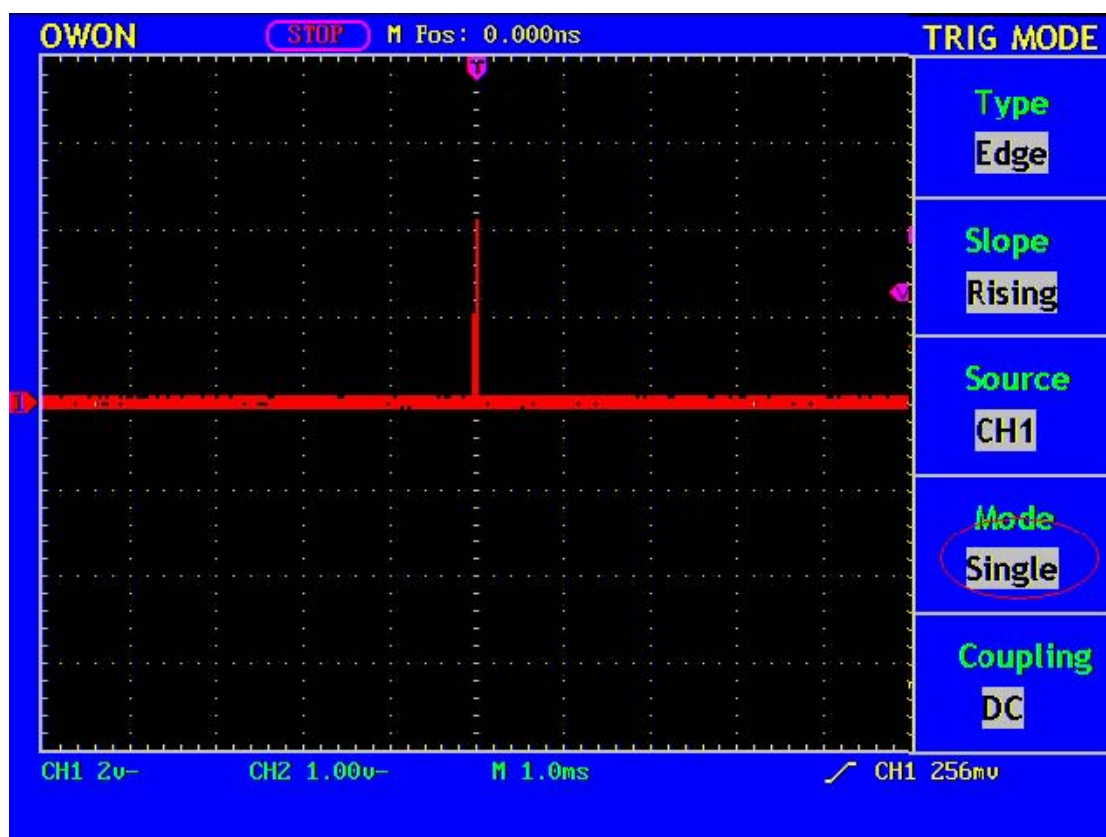

Рисунок 55. Регистрация однократного сигнала
6. Если в окне состояния запуска, расположенном в верхней части экрана отсутствует надпись “Ready”, нажмите на **RUN/STOP** для запуска регистрации и прибор начнет ожидание выполнения заданного условия запуска. При достижении сигналом уровня запуска, осциллограф зарегистрирует требуемое количество точек и затем выведет полученную осциллограмму на экран. Этот режим работы осциллографа позволяет легко регистрировать случайные события. Например, для регистрации короткого выброса с большой амплитудой установите уровень запуска больше чем амплитуда основного сигнала, затем нажмите кнопку **RUN/STOP** и ждите регистрации процесса осциллографом. При появлении ожидаемого выброса прибор запустится автоматически и запишет форму сигнала до и после момента запуска. Перемещая стрелку-указатель момента запуска вращением регулятора **HORIZONTAL POSITION** можно установить отрицательную задержку, что позволит наблюдать форму сигнала до момента появления ожидаемого выброса (см. рис. 55).